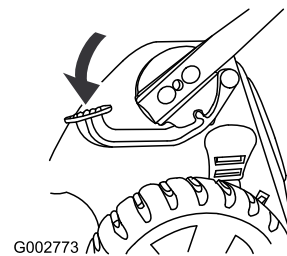

Figura 48
1. Pise el pedal y manténgalo pisado (Figura 48).